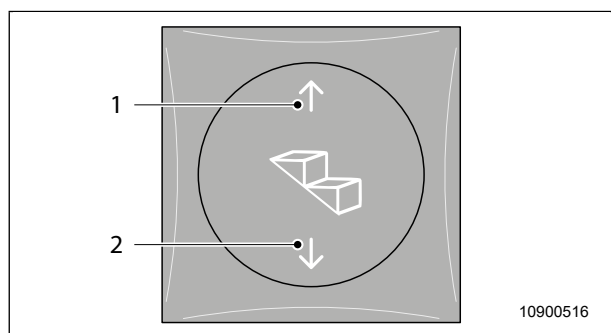

Fig. 3 Tryckknapp för trappsteg till entrédörren
1. Skjut ut trappsteget genom att påverka sensorfältet (Fig. 3, pos. 1).
2. Dra in trappsteget genom att påverka sensorfältet (Fig. 3, pos. 2).